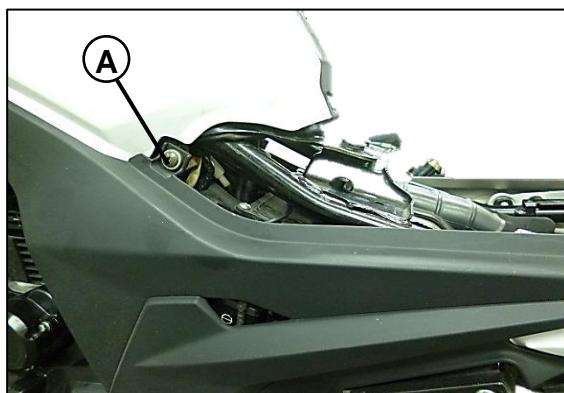

Fig.02
(A) de ambos lados y halar suavemente en los dos extremos de la tapa, y levantarla hacia arriba para liberarla. **Fig.02**